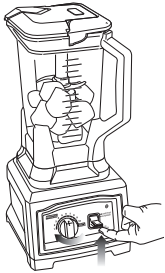

Fig. 6
- 8 Tournez le bouton de commande de vitesse variable à la vitesse 1. (Fig. 6) Le témoin d'alimentation (Ⓢ) s'allumera à ce moment. Pour mettre en marche le mélangeur, déplacez le commutateur « Start/Stop/Pulse » (marche/arrêt/impulsion) vers le haut pour démarrer l'appareil.